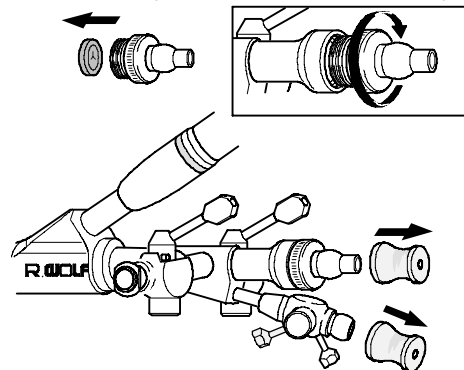

Рис. 20
- ◇ Снимите резиновые крышки, уплотнительные крышки и уплотнения (рис. 20).